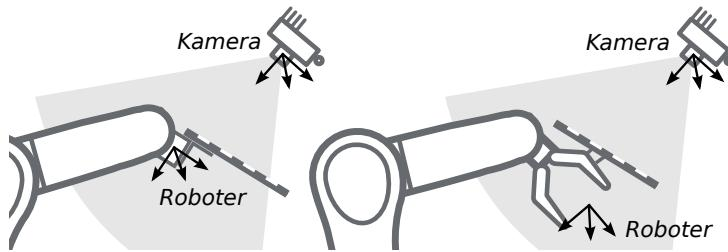

Abb. 5.7: Alternative Montageoptionen für die Befestigung des Kalibriermusters am Roboter
**Kalibrierung einer statisch montierten Kamera** In Anwendungsfällen, bei denen die Kamera statisch verglichen zum Roboter montiert wird, muss das Kalibermuster, wie im Beispiel in Abb. 5.6 und Abb. 5.7 angegeben, angebracht werden.
**Bemerkung:** Für das Modul zur Hand-Augen-Kalibrierung spielt es keine Rolle, wie das Kalibriermuster in Bezug auf das benutzerdefinierte Roboter-Koordinatensystem genau angebracht und positioniert wird. Das bedeutet, dass die relative Positionierung des Kalibriermusters zu diesem Koordinatensystem weder bekannt sein muss, noch für die Kalibrierroutine relevant ist (siehe in Abb. 5.7).